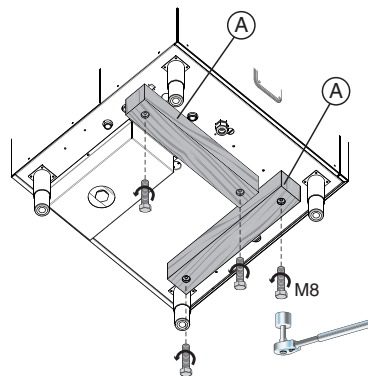

Figura 7 Desmontaje de los espesores de madera
- Quitar los espesores de madera "A" de la base de la máquina aflojando los 4 tornillos M8 (véase Figura 7).